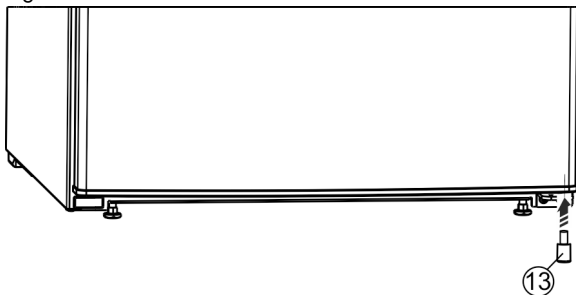

Fig. 26 \*
- Sett inn avstandsdelen Fig. 26 (13) igjen nede til høyre i døren, da den er viktig for apparatets stabilitet.\*